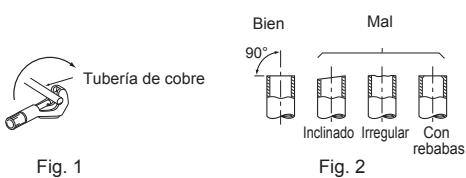

Fig. 1
- 3) Una la tubería de conducción a la placa de conducción con la tuerca de fijación. El cable de conexión de la unidad interior/exterior  $\odot$  que procede desde el interior de la tubería de conducción debe ser menor de 7/8 pulg. (23 mm). (Fig. 1)
- 1) Corte el tubo de cobre correctamente con un cortador de tubos. (Fig. 1, 2)